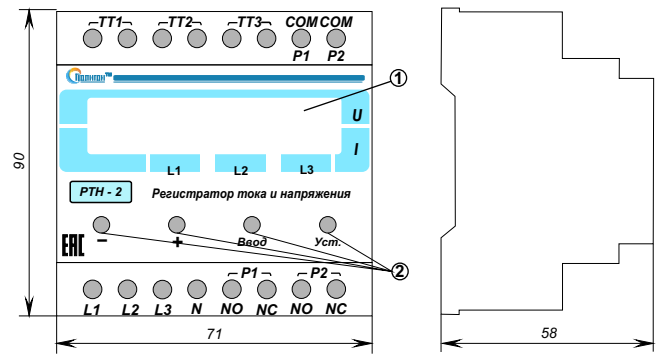

Рис.6. Внешний вид блока (габаритные размеры)
- двухстрочный ЖКИ-дисплей (рис. 6, п. 1)
- 4 кнопки для управления режимами работы регистратора «->», «>», «Просм.», «Уст.» (рис. 6, п. 2).
3.2.1. Установить блок в электрощит на DIN-рейку. Внешний вид прибора показан на рис. 6.